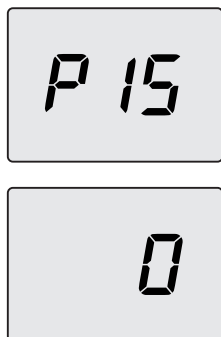

Figura 5.31
- Desplace los parámetros mediante los botones 13 o 14 hasta que aparezcan en el display LCD las letras **P15** que se alternan con el valor del parámetro, indicando que se ha entrado en el "parámetro 15" (Figura 5.31).
- Pulsando simultáneamente los botones 12 y 13 (Figura 5.29) se sale sin modificar el valor (se vuelve a la lista de parámetros Figura 5.31).